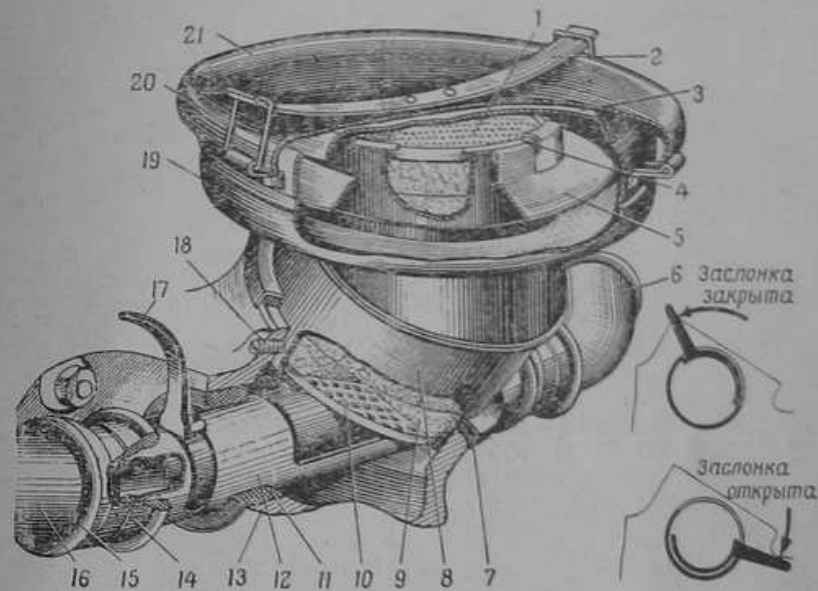

Рис. 17. Воздухоочиститель и воздухопроводы:
Воздухоочиститель и воздухопроводы предназначены для очистки воздуха от пыли и подвода его к карбюраторам. Воздухоочиститель устанавливается на горловине впускной камеры, выполненной в картере коробки передач, и закрепляется двумя стопорными винтами 18 (рис. 17). Между картером коробки передач и корпусом воздухо-
- снять крышку 21 (рис. 17) воздухоочистителя;